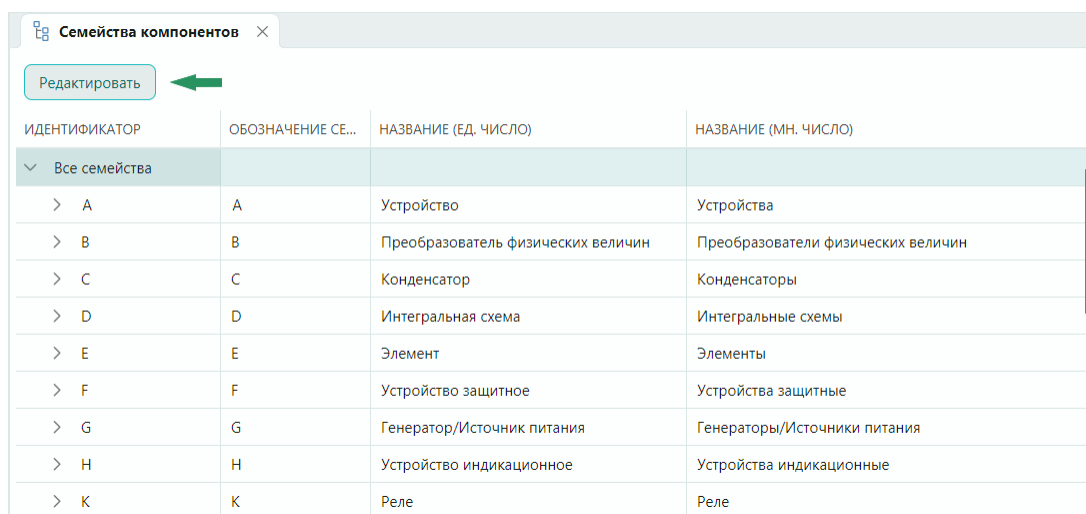

Рис. 23 Переход к редактированию семейств компонентов
2. Нажмите кнопку «Редактировать», см. Рис. 23.